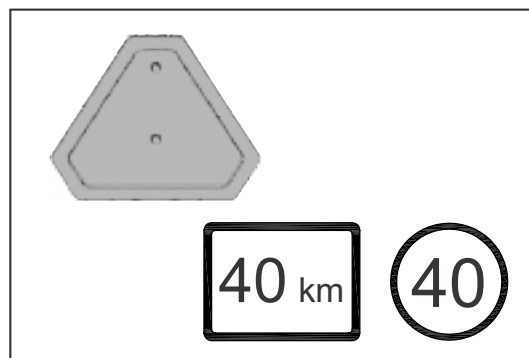

Abb.2.32
- Stellen Sie sicher, dass Traktor und Geräte mit sich langsam bewegenden Fahrzeugschildern (SMV) oder Kennleuchten ausgestattet sind, wenn das Gesetz dies erfordert, und dass Lasten diese und andere Leuchten nicht bedecken (Abb. 2.32).